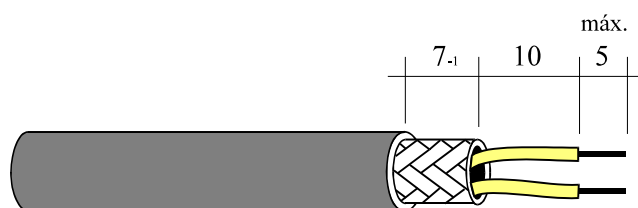

Figura 7-4 Decapamento do Cabo para Montagem no Conector
- Desencapar o cabo conforme figura 7-4;